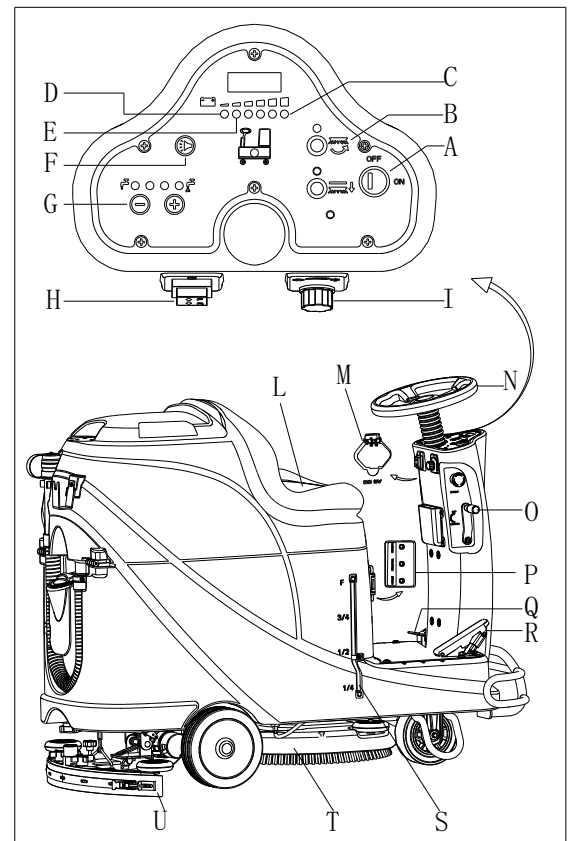

Figura 10
2. Siéntese en el asiento (L, Figura 10), inserte el interruptor de llave (A) y gírelo hacia "ON". Si la luz verde (C) está encendida, las baterías están completamente cargadas para el uso. Si la luz amarilla (E) o la luz roja (D) está encendida, deben cargarse antes del funcionamiento. [Ver capítulos de MANTENIMIENTO para carga de baterías].
11. Afloje el pedal de aceleración (R, Figura 10), la máquina deja de funcionar.
12. Pulse el botón del cepillo (B) para parar el motor del cepillo.
13. Eleve el ensamble del cepillo (T) presionando el pedal (Q).
14. Eleve el ensamble del cepillo (U) subiendo/bajando la palanca de la escobilla (O), y unos segundos después, el sistema de aspiración se cerrará.